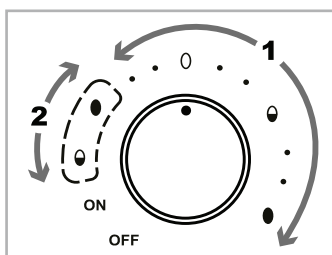

Fig. 1
- 1) Rotiți butonul rotativ **7** în poziția corespunzătoare gradului de duritate dorit al ouălor. Utilizați zona de reglare „1” (a se vedea fig. 1) cu simbolurile și punctele corespunzătoare situate în față:
Pentru primul proces de fierbere utilizați zona de reglare „1” cu simbolurile și punctele corespunzătoare situate în față. Pentru al doilea proces de fierbere utilizați zona de reglare „2” cu simbolurile subliniate (a se vedea fig. 1).
- 2) Poziționați butonul rotativ 7 în poziția corespunzătoare celui mai slab grad de duritate a ouălor (se aplică zona de reglare „1”, a se vedea fig. 1). Becul de control 8 luminează constant și începe procesul de fierbere.
- 5) Așezați la loc capacul 2 și rotiți butonul rotativ 7 în poziția simbolurilor subliniate (zona de reglare „2”, a se vedea fig. 1) care corespunde gradului de duritate dorit pentru ouăle rămase în aparat: